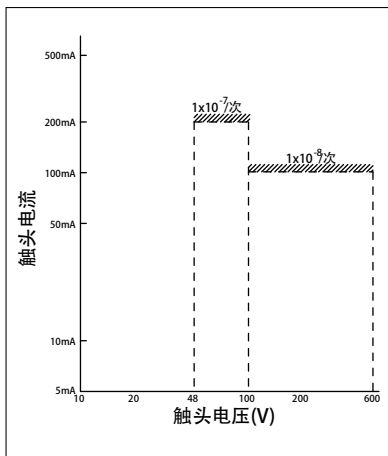

图1 S、SD、SL(D)-T/N 主触头
- 若所需的可靠性大于图1~5所示的触头可靠性，则必须以并联方式连接触头(冗余化)。